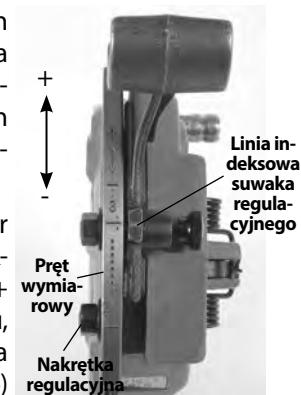

Rys. 16 – Wkładanie noży
- Włożyć odpowiednie noże do głowicy gwincierskiej, krawędzią z numerami do góry. Numery na nożach muszą odpowiadać numerom na gniazdach noży w głowicy (patrz Rys. 16). W gniazdach noży znajduje się kulka dociskowa, która wchodzi w rowek na nożu, jeśli jest on prawidłowo założony. Zawsze zmieniać noże całymi zestawami – nie wolno mieszać razem noży z różnych zestawów.